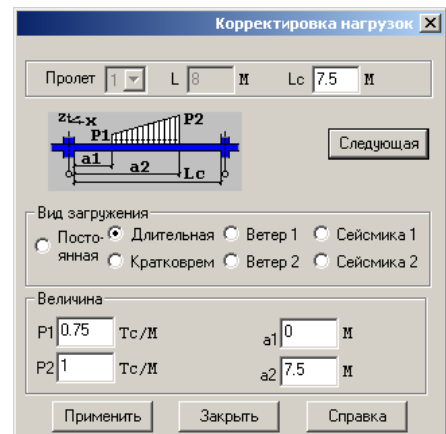

Рис.7.3.4. Окно диалога **Корректировка нагрузок**
- нажмите кнопку **Следующая**, так, чтобы рассматривались параметры длительной трапециевидной нагрузки (рис. 7.3.4);